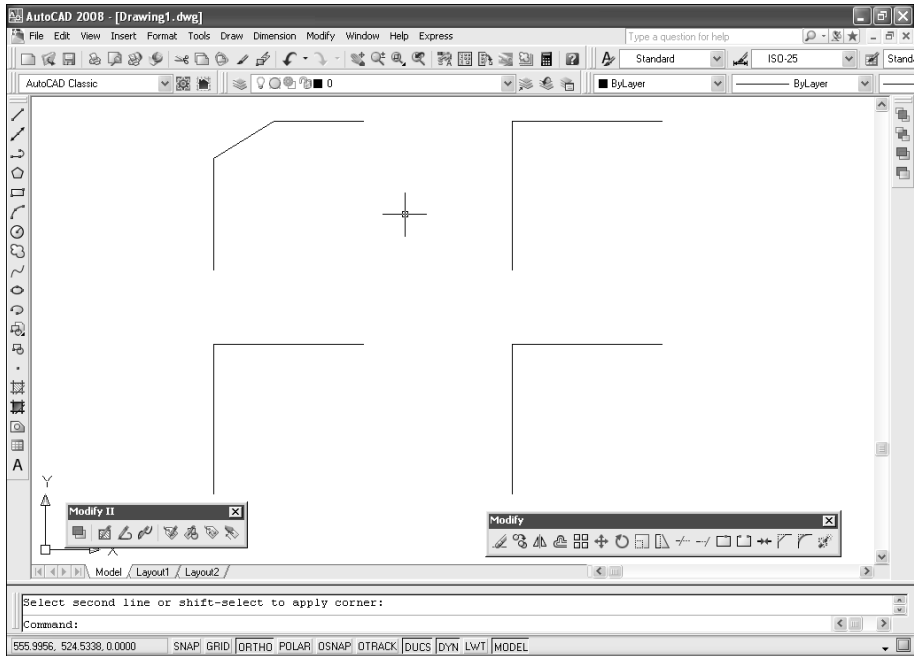

Рис. 5.4. На левом верхнем Г-образном объекте снята фаска размером 50 единиц по вертикали и 80 единиц по горизонтали
7. Выберите второй объект. Как только вы щелкнете по второму объекту, фаска будет снята на обоих выбранных объектах в соответствии с заданными значениями (рис. 5.4).